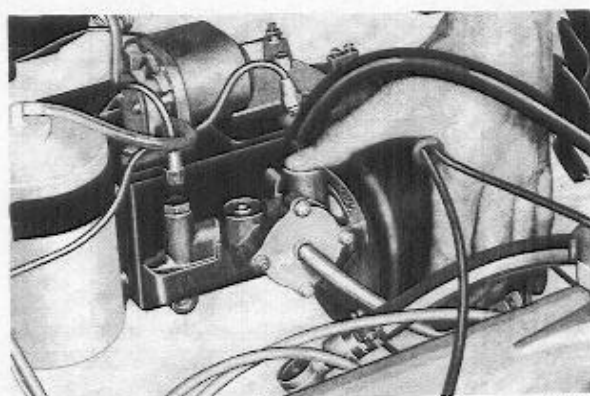

Abb. 101 Prüfmoment 1
- Dieses Prüfmoment bezieht sich nur auf Servobremsszylinder, die vorher entleert worden sind. Servobremsszylinder auf einer Konsole haltern. Den hydr. Auslaß stopfen und am hydr. Einlaß einen Schlauchanschluß anbringen. Anschlußgewinde: 3/8" x 24 UNF. Unterdruckleitung am hydr. Einlaß anschließen und das Luftfilter ausbauen. Motor anlassen (leerlaufen lassen). Luftfilteranschluß mit dem Finger schließen und auf diese Weise feststellen, ob Luft an diesem Anschluß und am regulären Vakuumanschluß auströmt, siehe Abb. 101.